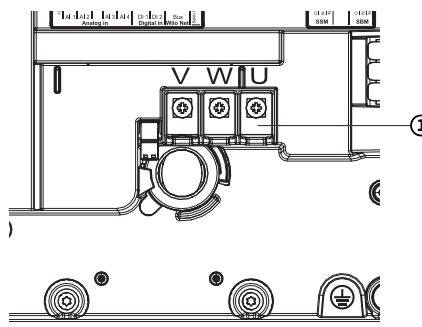

Fig. 115: Motortilslutningsklemmer V, W, U
5. Frakobling af motortilslutningskabel (Fig. 115).